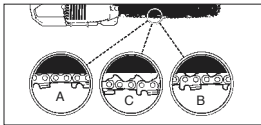

Abb. 6
**VORSICHT:** Wenn die Sägekette **ZU LOCKER** oder **ZU STRAFF** ist, nutzen sich die Zähne, die Schiene, die Kette und das Kurbelwellenlager schneller ab. Abb. 6 informiert über die richtige kalte Spannung (A) und warme Spannung (B), und dient als Anleitung für weitere Einstellungen der Sägekette (C).